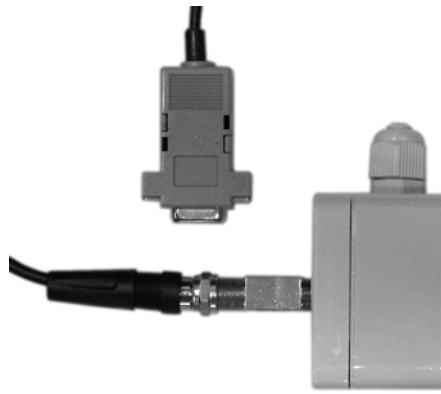

Рис.5. Подключение кабеля для связи с ПК к преобразователю интерфейса при его конфигурировании.
3. Установите на место измерительного преобразователя переходник, поставляемый вместе с кабелем для связи с ПК, и подключите к нему кабель (рис.5).